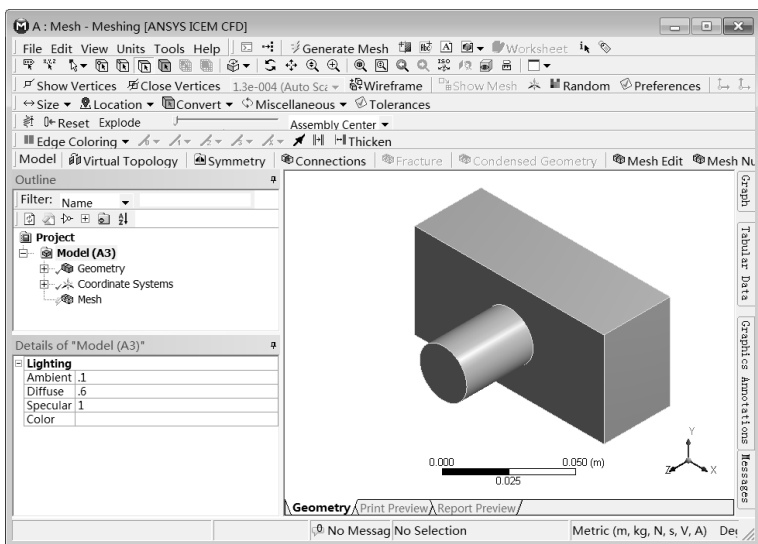

图 3-85 Mesh 网格划分平台
Step15: 回到 Workbench 主界面中, 双击项目 A 中的 A3 (Mesh) 栏, 加载如图 3-85 所示的 Mesh 网格划分平台。